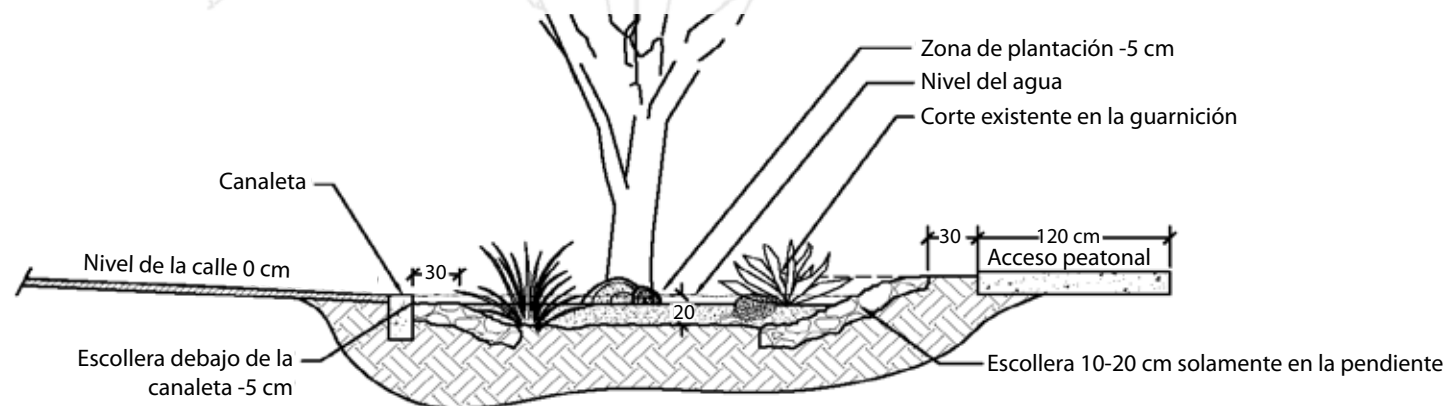

Figura 8. Sección F. Muestra de una saliente con canaleta al ras y una zona deprimida de bioretención. Para la vista del plano, vea el Apéndice.
- Donde sea posible, extienda las zonas de bioretención deprimidas y con vegetación hacia el DDV adyacente. Esto puede lograrse reduciendo las inclinaciones del DDV (vea el plan en el Apéndice), o haciendo una nueva guarnición más hacia el fondo del DDV (vea la Figura 8 en la página 51).